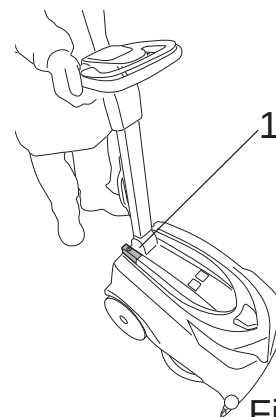

Fig.10
- Tænd maskinen på hovedafbryderen (Fig.10-Ref.1).